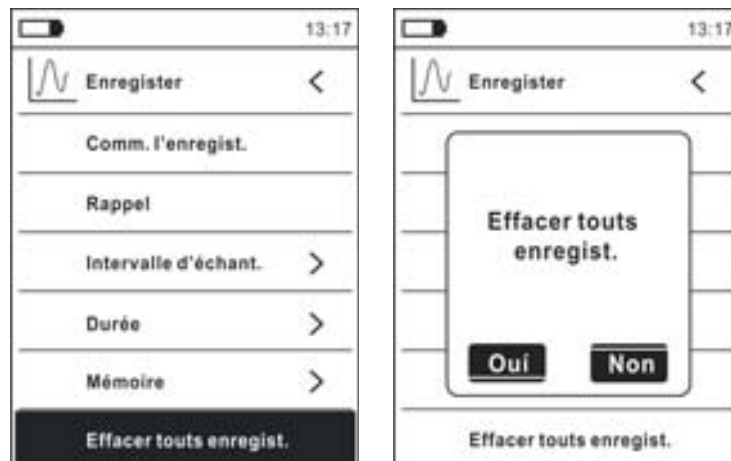

Fig. 42: Fonction data logger – Suppression de tous les enregistrements
26. Sélectionner la rubrique « Effacer tous enregist. » (voir Fig. 42 – partie gauche) et appuyer sur la touche ☰. La page-écran Fig. 42 – partie droite s'affiche à l'écran